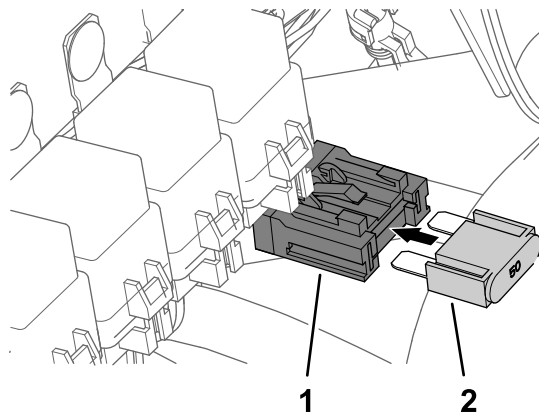

図 191
7. インラインヒューズブロックに、ヒューズ 50A を挿入して一番奥まで押し込む 図 191。